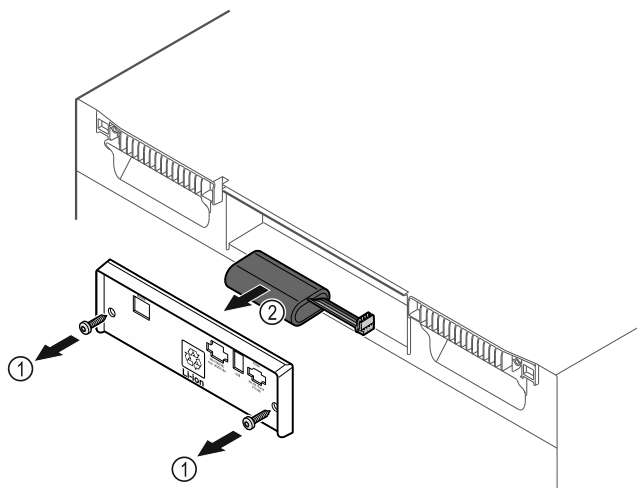

Fig. 202
- ▶ Skru skruerne ud, og fjern afdækningen på bagsiden af apparatet Fig. 202 (1).
- ▶ Tag batteriet af forbindelsen, og tag det ud Fig. 202 (2).